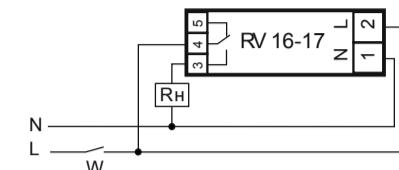

Рис. 4: устройство прибора
- 5.1. Переключателем устанавливают желаемый режим работы устройства (рис.4):
7.2. Подключить нагрузку к изделию (см. рис.4). Для этого используйте одножильный или многожильный провод с двойной или усиленной изоляцией сечением, соответствующим мощности нагрузки. **Фазное** напряжение подается на контакты 2 и 4 изделия. Напряжение может подаваться через выключатель W или напрямую.